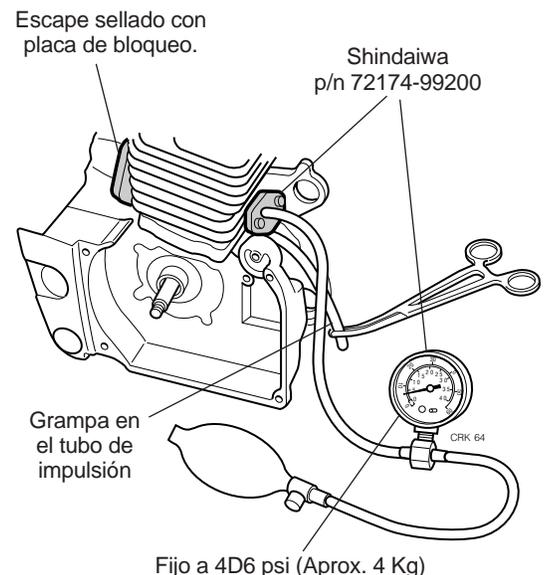

Figura 2.16 Prueba de fugas con el manómetro p/n 721 74-99200
- Después de bloquear las entradas y salidas, se puede usar un medidor como Shindaiwa 721 74 - 99200 para presurizar el cárter a través del tubo de impulso por un adaptador, como se muestra (Figura 2.16)